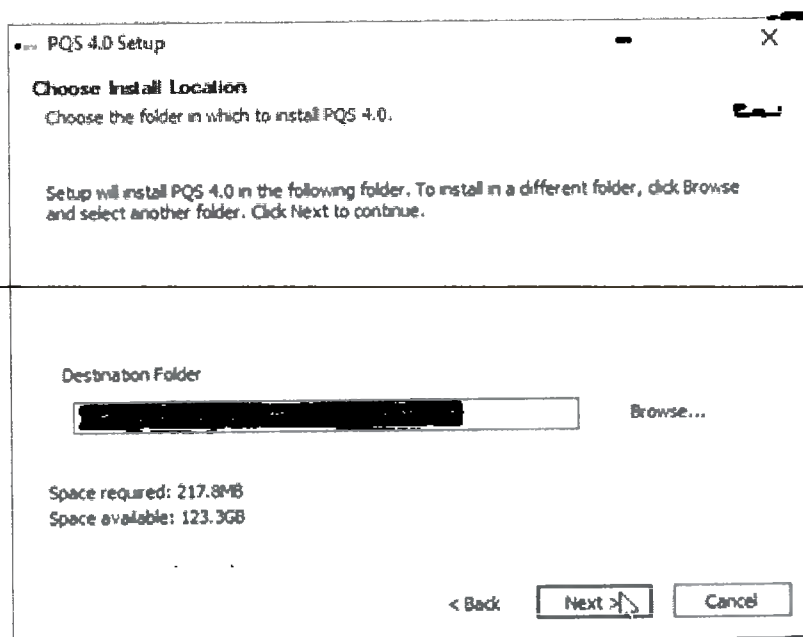

Рисунок 13
7.17.6 Программа будет установлена в выбранное место (Рисунок 13).